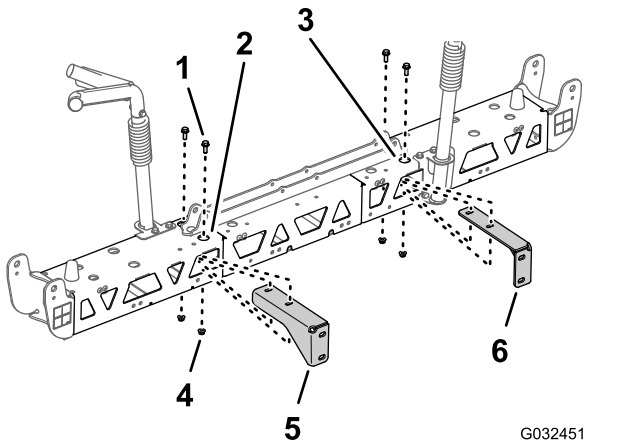

図 78
2. 図 78 に示すように、右サポートブラケットの穴を右トラスフレームの穴に合わせる。
3. 右側サポートブラケットを右側トラスフレームに取り付ける図 78 ステップ 2 と 3 センターブームからサポートブラケットを外す (ページ 31) で取り外したフランジヘッドボルト (3/8 x 1 インチ) 2 本とフランジロックナット3/8 インチ 2 個を使用する。
4. 左トラスフレームの左サポートブラケットにも、ステップ 2 と 3 の作業を行う図 78。